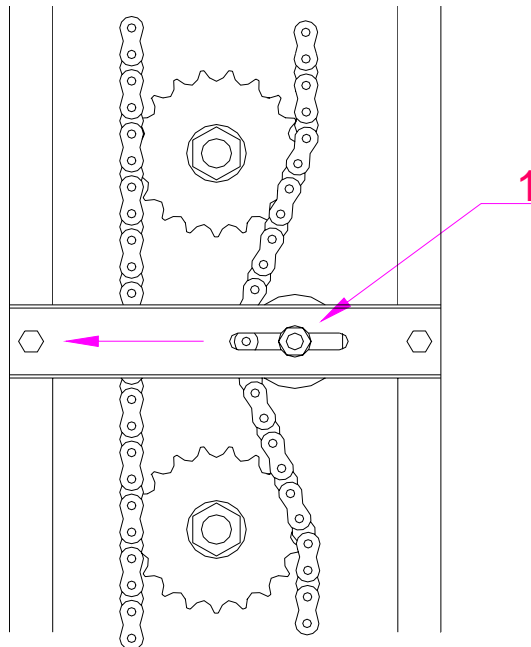

Fig.9
- d) Draai de schroef lichtjes los (1) Afb. 9 en verplaats de spanner naar links. Herbevestig de spanner door op de schroef te drukken (1) wanneer de ketting opgespannen is.